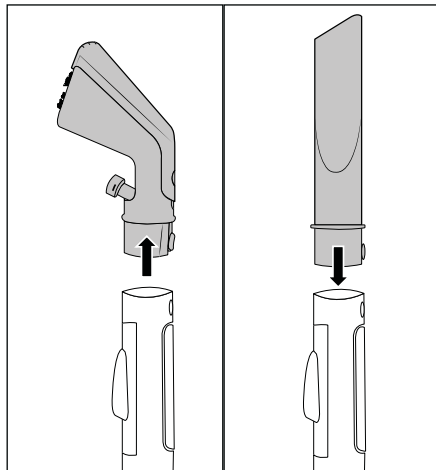

Fig. 8
- ◆ Apăsați tasta de blocare 25/32 și scoateți duza pentru tapițerie 22 sau duza pentru rosturi 29 din furtunul de pulverizare/aspirare 19 (a se vedea fig. 8).